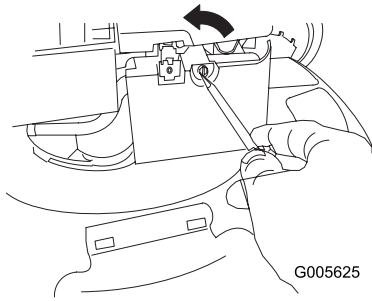

Figura 29
1. Utilice un destornillador para abrir la tapa del filtro de aire (Figura 29).